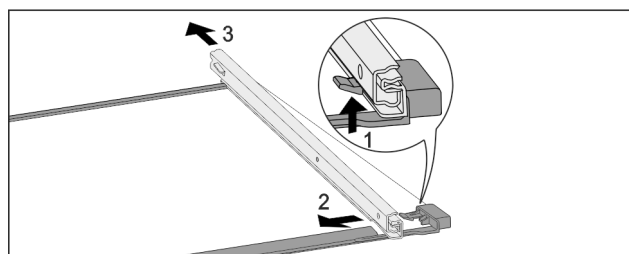

Fig. 183 Tablette en verre avec rails
- ▶ Pousser le crochet d'enclenchement avant vers le bas. Fig. 183 (1)
- ▶ Pousser le rail télescopique vers le côté Fig. 183 (2) et vers l'arrière Fig. 183 (3).